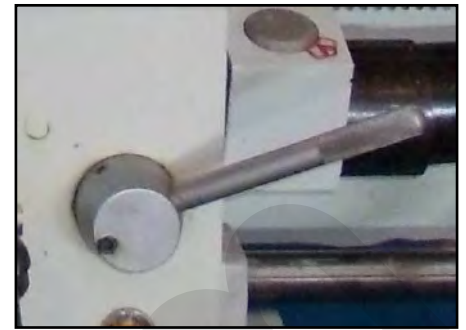

Figura 22 – Dettaglio leva.
- Spostare la leva della chiocciola spaccata (vedere la Figura 22), nella posizione in cui viene creato l'accoppiamento tra chiocciola spaccata e la madre vite.